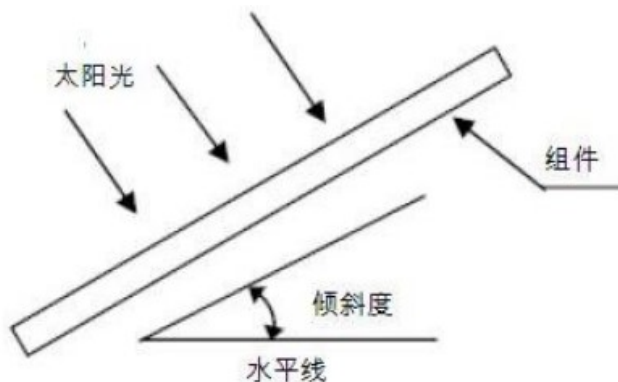

图 2 太阳能组件安装倾斜角
2.2.4 太阳能组件的倾斜角指的是组件表面与地平面之间的夹角, 如下图 2 所示, 组件表面与太阳光垂直的时候功率输出最大。建议组件安装角度不小于 10 度。要了解最佳的安装倾斜角的详细信息, 请参考咨询当地可靠的太阳能系统安装公司。